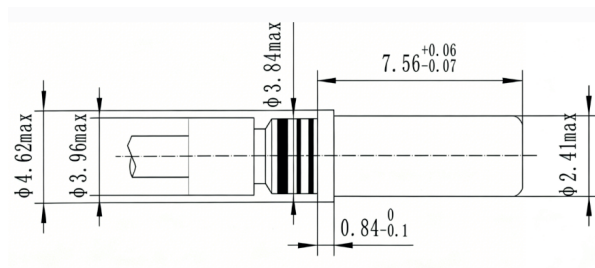

图19
⑧屏蔽网压接套管向前，保证6.1~6.8mm的尺寸。剪去屏蔽网压接套管的前端多余的屏蔽网。使用表3规定的压接工具M22520/31-01和M22520/31-02压接屏蔽网压接套：压接一次，将接触件组件旋转45°再压接一次。第二次压接后，屏蔽网压接套的外直径一定小于3.96mm。
⑨图19为压接好的12#屏蔽插针。